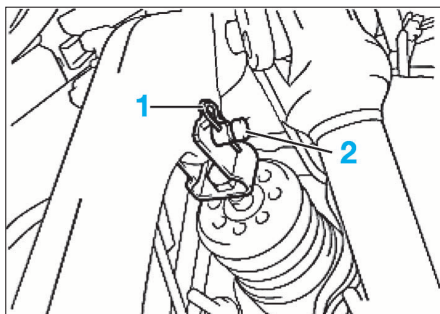

FIG. 13
- Déposer la goupille (1) et l'axe de chape (2) (fig. 13).